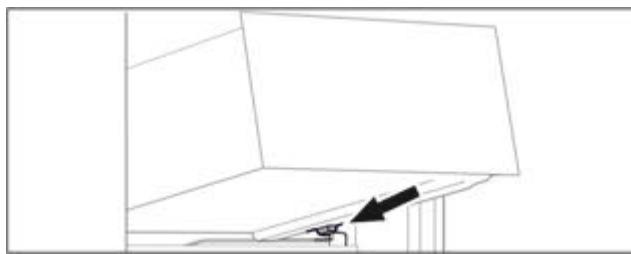

Fig. 65
- Встановити висувний ящик за стопорами на ребро для резервуару навскоси. (див. Fig. 65)